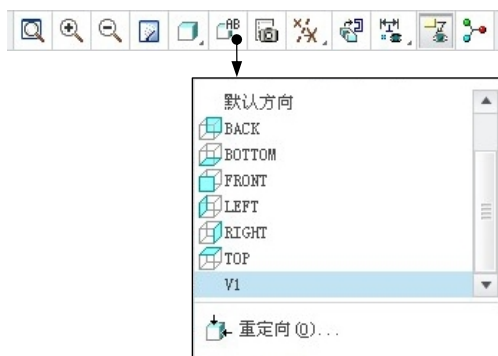

图 5.5.13 “视图控制”工具栏
- 如果要显示某个视图, 可在视图名称列表中选择该视图名称, 然后单击  按钮。还有一种快速设置视图的方法, 就是单击“视图控制”工具栏中的  按钮, 从弹出的视图列表中选择某个视图即可, 如图 5.5.13 所示。